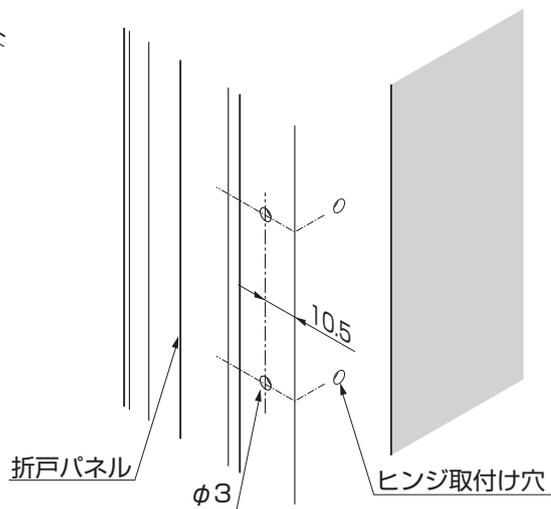

図6-2
- ②折戸パネルのヒンジ取付け穴から水平にケガキ $\phi 3$ の穴をあけてください。(図6-2参照)